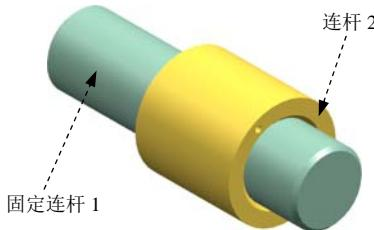

图 4.4.1 机构模型
说明：在图 4.4.1 所示的机构中，已经创建了一组仿真文件并定义了固定连杆 1 和连杆 2。
(1) 选择命令。选择下拉菜单  →  命令，系统弹出“运动副”对话框。
(2) 定义运动副类型。在“运动副”对话框  选项卡的  下拉列表中选择  选项。
(3) 定义参考连杆。选取图 4.4.1 所示的连杆 2 为参考连杆。
(4) 定义原点。在“运动副”对话框  区域的  下拉列表中选取“圆弧中心”